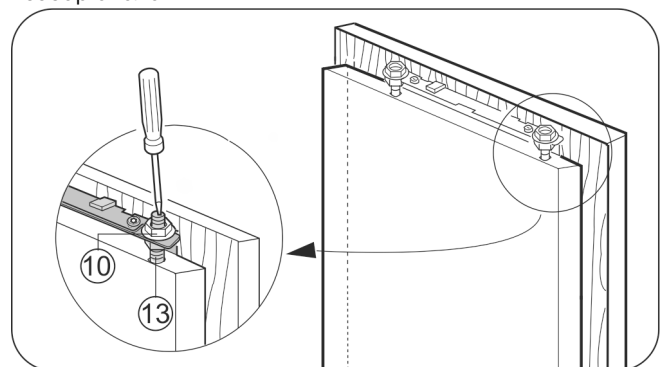

Fig. 30
- ▶ Затяните контргайки Fig. 30 (10) шестигранным ключом на 13, при этом регулировочные болты Fig. 30 (13) удерживайте от проворачивания отверткой.